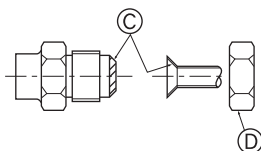

Fig. 4-2
(A) (Fig. 4-2)
(B) (Fig. 4-2)
4.2. Collegamento dei tubi (Fig. 4-2)